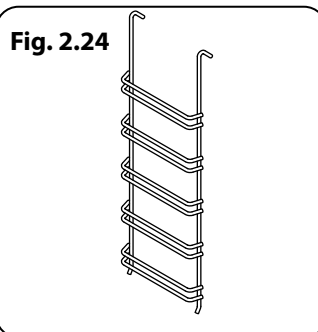

Fig. 2.24
- Quatre supports latéraux verticaux pour grilles (**Fig. 2.24**)